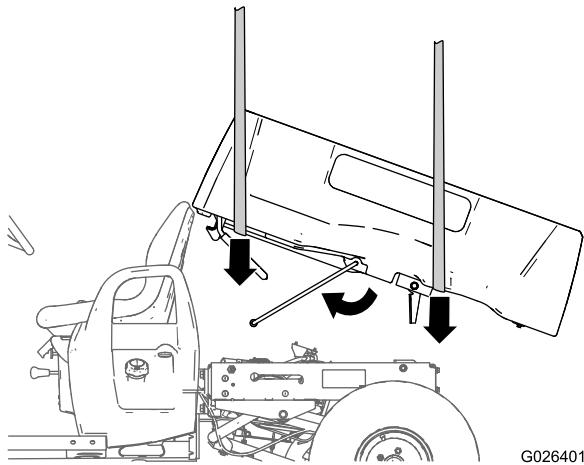
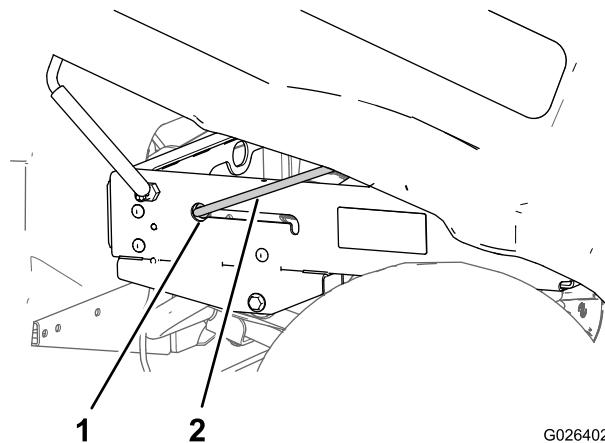
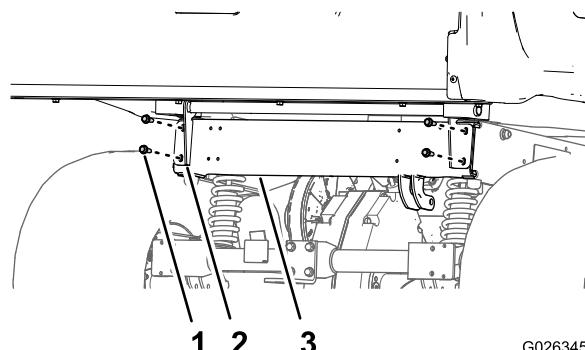

Figura 17
Figura 18
Figura 19
- Utilizzando l'attrezzatura di sollevamento nella parte anteriore e posteriore del pianale, sollevate il pianale e allineatelo sul telaio della macchina con il gruppo della staffa orientabile rivolto all'indietro (Figura 17)
- Regolate l'altezza e la posizione dell'attrezzatura di sollevamento in modo che la parte corta dell'asta di supporto sia allineata con il foro della chiavetta all'estremità della fessura dell'asta di supporto nel canale del telaio sinistro o nella staffa dell'asta di supporto (Figura 17).
- Fate oscillare l'asta di supporto in avanti e inserite la parte corta dell'asta attraverso il foro della chiavetta (Figura 17 e Figura 18).
| <ol style="list-style-type: none"> Spostate il pianale e l'asta di supporto all'indietro fino a quando il gruppo della staffa orientabile non è allineato sul canale del telaio posteriore (Figura 18). | <ol style="list-style-type: none"> Abbassate con cautela il pianale fino a quando i fori nelle staffe orientabili non sono allineati con i fori di montaggio per il pianale nel canale del telaio posteriore (Figura 19). |
| <ol style="list-style-type: none"> Staffa con cerniera | <ol style="list-style-type: none"> Fissate le staffe orientabili al canale del telaio posteriore con i 4 bulloni a testa flangiata (3/8 x 1 poll.) che avete rimosso al passaggio 8 di Macchine con sollevamento manuale del pianale (pagina 3); fate riferimento a Figura 19. |
3. Abbassate con cautela il pianale fino a quando i fori nelle staffe orientabili non sono allineati con i fori di montaggio per il pianale nel canale del telaio posteriore (Figura 19).
4. Fissate le staffe orientabili al canale del telaio posteriore con i 4 bulloni a testa flangiata (3/8 x 1 poll.) che avete rimosso al passaggio 8 di Macchine con sollevamento elettrico del pianale (pagina 5); fate riferimento a Figura 19.